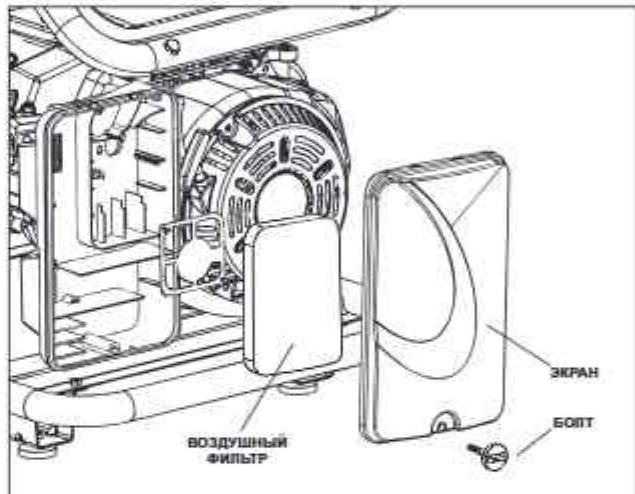

Рисунок 13 – Очиска воздушного фильтра
Двигатель не будет работать на полную мощность, если воздушный фильтр будет поврежден или забит мусором. Прочищайте фильтр каждые 25 часов или раз в год (Рис.13). Прочищайте чаще либо меняйте фильтр, если работа ведется в сильно запыленных условиях.
- Снимите защитный экран воздушного фильтра и вытащите фильтр (Рис.13).